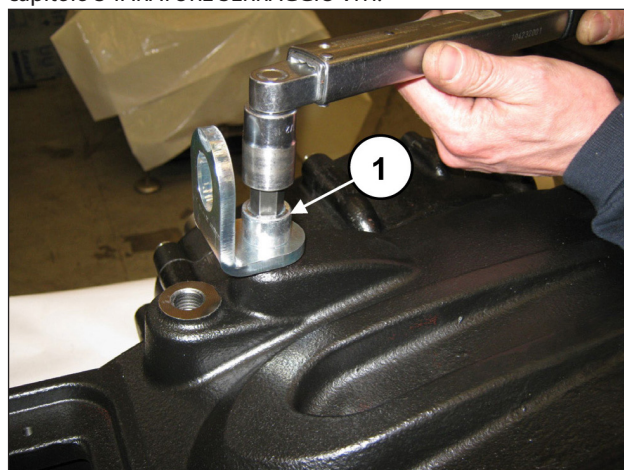

Fig. 95
Applicare i tappi e le staffe di sollevamento mediante le apposite viti M16x30 (pos. ①, Fig. 95).